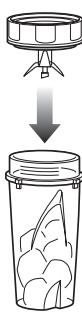

Fig. 9
- 4 Vissez fermement le jeu de lames Nutri Ninja sur le gobelet jusqu'à ce que l'assemblage soit étanche. (Fig. 9)